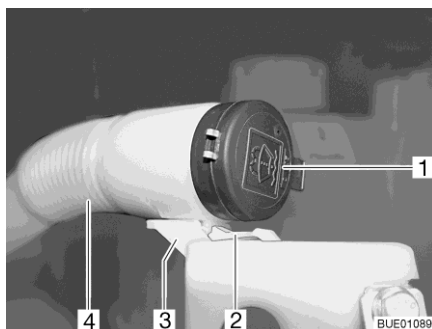

Bild 54 Påfyllningsöppning spolärvätskebehållare
- Tryck ner tapp (Bild 54,2) och håll den nedtryckt.
- Dra ut den böjliga slangen (Bild 54,4) framåt ut ur hållaren (Bild 54,3).
- Tag av locket (Bild 54,1) från spolärvätskebehållarens påfyllningsöppning.